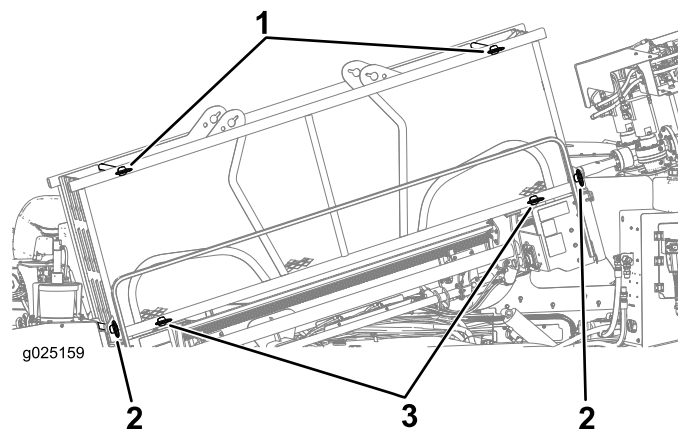

Рисунок 35
2. Убедитесь в том, что верхние передний и задний и нижние передний и задний штифты держателя труб установлены на своих местах (Рисунок 35).